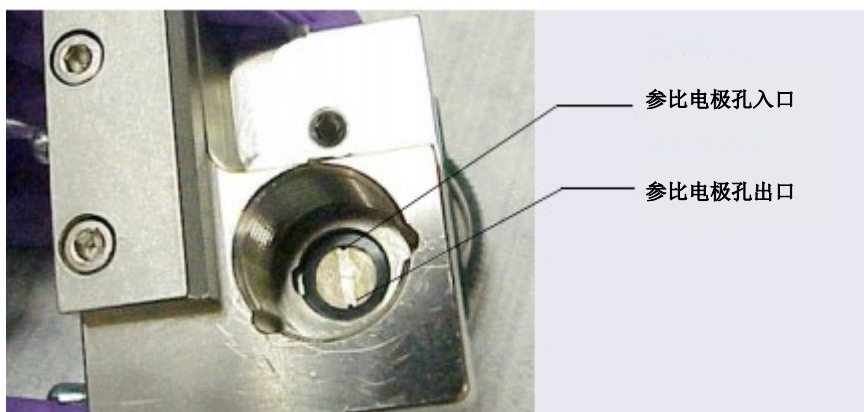

图 10-66. 已安装毛细管型IC的参比电极孔及参比电极垫片
3. 确保垫片放置在电极孔底部的中心位置,并确保垫片不会堵塞电极孔的入口和出口。入口和出口为电极孔底部的小圆形开口(见图 10-66)。